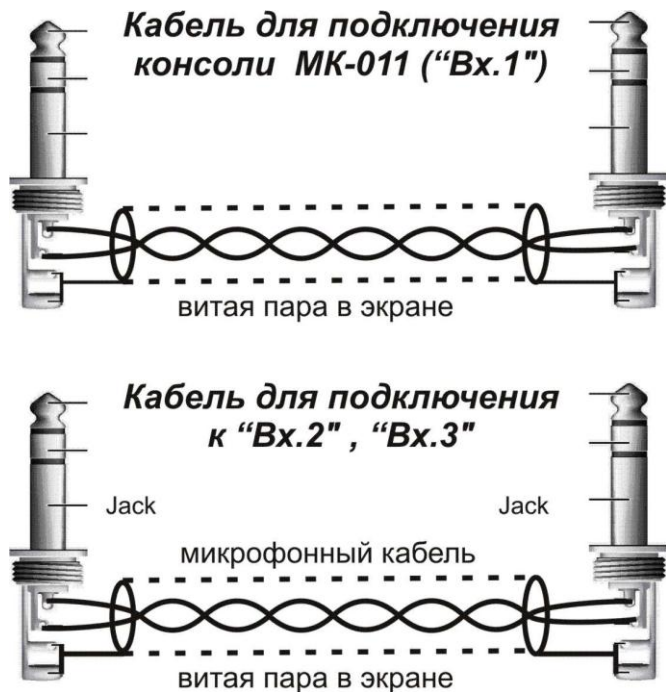

Рис.3
4.3. Распайка микрофонного кабеля для подключения консоли МК-022 ко входу усилителя мощности серии АС-50/АС-100/АС-210/АС-400/АС-600 представлена на рис.3. Подключение выполняется к симметричному входу усилителя с фантомным питанием 48(12)В.